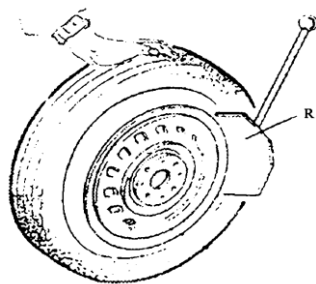

Рис. 5
Установите шину напротив резинового буфера (S). Установить лопатку (R) рядом с бортом шины в 10 мм от края обода, как показано на **рис.5**. Лопатка должна находиться напротив борта шины. Нажмите педаль (U) и прижмите борт шины лопаткой. Повторно выполните указанные выше операции при других положениях шины, с обеих сторон колеса, пока борт полностью не сойдет с обода колеса.